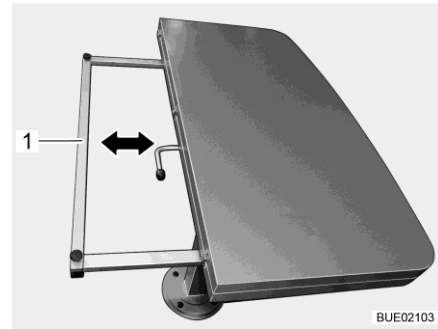

Fig. 126 Raccourcir le plateau de table
- Maintenir le cadre support (Fig. 126,1) des deux côtés et pousser de manière homogène jusqu'en butée sous le plateau de table.